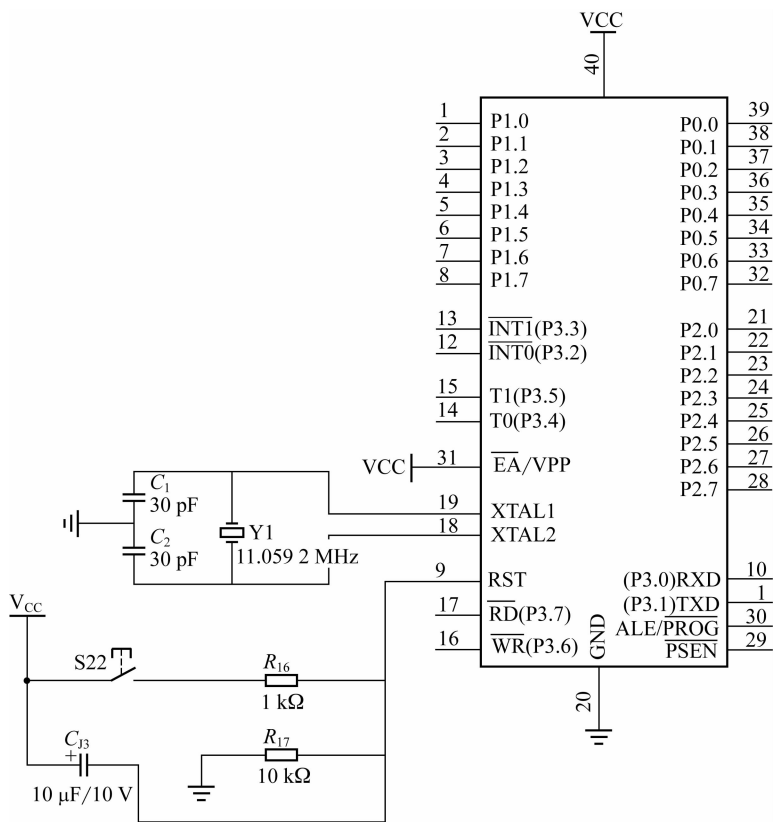

图 1-5 单片机最小系统
单片机的最小系统就是让单片机能正常工作并发挥其功能时所必需的组成部分, 也可理解为用最少的元器件组成的单片机可以工作的系统。对 MCS-51 系列单片机来说, 最小系统一般包括单片机、电源电路、时钟振荡电路、复位电路, 如图 1-5 所示。下面主要介绍后两个电路。
(1) 上电复位：目的是在电路通电时马上进行复位操作，让单片机进入正常工作状态。MCS-51 系列单片机为高电平复位，通常在复位引脚 RST 上连接一个电容到 VCC，再连接一个电阻到 GND，由此形成一个 RC 充放电回路，来保证单片机在上电时 RST 脚上有持续时间超过两个时钟周期的高电平进行复位，随后回归到低电平进入正常工作状态。这个电阻和电容的典型值分别为 $10 \text{ k}\Omega$ 和 $10 \mu\text{F}$ ，如图 1-5 中的 C_{J3} 和 R_{17} 组成上电复位电路。
(2) 手动复位：目的是在必要时可以手动操作，就像计算机的重启按钮。如图 1-5 所示，